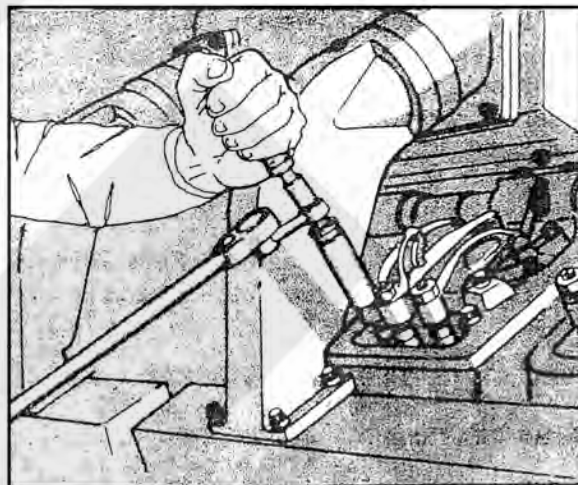

图 2-30 用 ST-669 扳手拧紧锁紧螺母
1. 当从左侧缸体撬转曲轴时，在飞轮壳“C”孔看到飞轮上的正时标记“VS”必须和飞轮壳上的刻线对准，（图 2-30）。
3. 当用 ST-669 扭力扳手接头固定调整螺钉时，拧紧锁紧螺母扭矩为 30~35 英尺-磅 [41~47 牛·米]，（图 2-30）。如果没有使用 ST-669 扭力扳手接头，可以用螺丝刀固定调整螺钉，拧紧锁紧螺母扭矩为 40~45 英尺-磅[54~61 牛·米]。